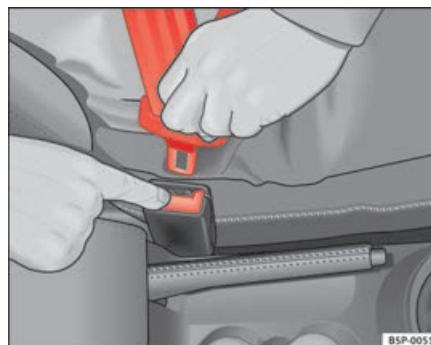

Fig. 16 Soltar a lingueta do fecho do cinto
- Premir a tecla vermelha na recepção do fecho ⇒ **página 27, fig. 16**. A lingueta do fecho solta-se pelo efeito duma mola ⇒ .